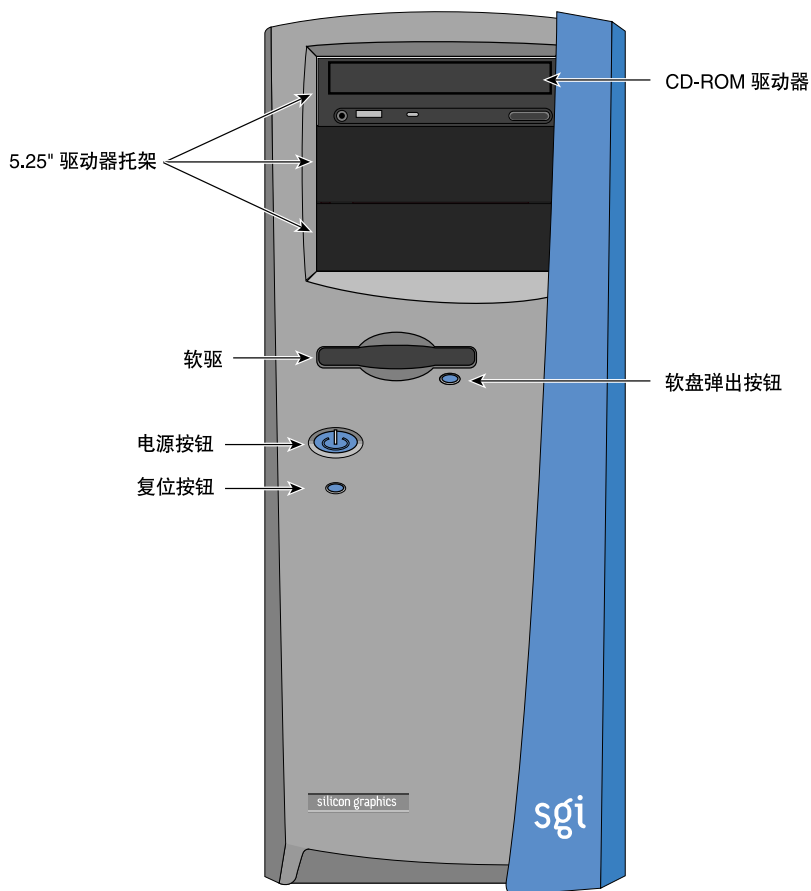

图 1-1 前挡板
如图 1-1 所示，在前面板上可以接触到上面的软盘驱动器和最多三个 5.25 英寸设备。CD-ROM 驱动器占用最上边的 5.25 英寸托架。电源开关、复位按钮和软盘弹出按钮也位于前挡板上。
8. 按下前面板上的电源开(参见图 1-1)可以启动系统。